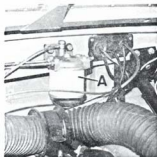

Fig. 79. A. Filtro principal de combustible.
- A) Filtro principal (fig. 79). Está situado debajo del capó, fijado en la parte frontal del salpicadero.